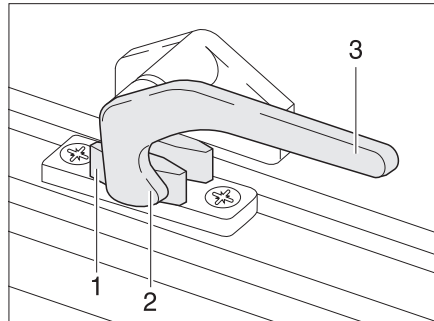
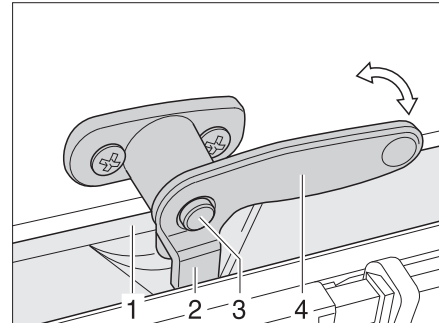

Bild 72 Verriegelungshebel in Stellung "geschlossen"
Bild 73 Verriegelungshebel mit Sicherungsknopf in Stellung "geschlossen"
- Falls vorhanden, den Sicherungsknopf (Bild 73,3) drücken und gedrückt halten.
- Den Verriegelungshebel (Bild 72,3 bzw. Bild 73,4) eine viertel Umdrehung zur Fenstermitte hin drehen.
- Den Verriegelungshebel (Bild 72,3 bzw. Bild 73,4) eine viertel Umdrehung zum Fensterrahmen hin drehen. Die Verriegelungsnase (Bild 72,2 bzw. Bild 73,2) liegt auf der Innenseite der Fensterverriegelung (Bild 72,1 bzw. Bild 73,1).
- in Stellung "fest verschlossen" (Bild 72)